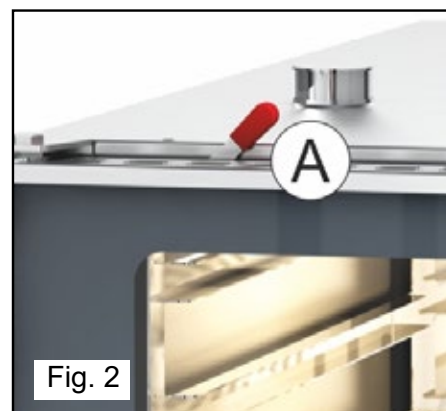

Fig. 2
4.5C Valvola sfiato camera (Fig. 2)